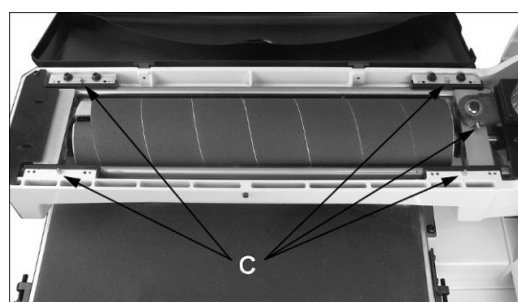

Abb. 10-2: Schmierungsstellen
- Alle 150 Betriebsstunden die 5 Schmiernippel (C, Abb. 10-2) mit Lagerfett (NLGI # 2, DIN 51818) schmieren. *Nicht überfetten.*